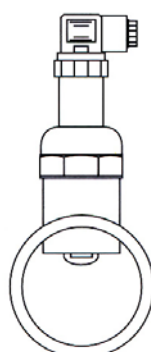

FIG. 2
- Fig. 2: installazione raccomandata se il fluido non contiene bolle d'aria.